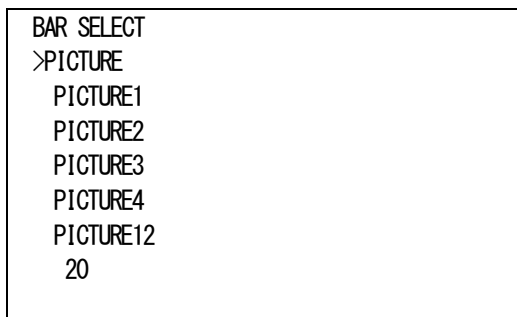

図4-6 オンスクリーンメニュー(PICTURE例)
- 3)「PICTURE[PICT]」を選択すると図4-6のような設定メニューが表示され、PICTURE1～4 または PICTURE12 を選択します。